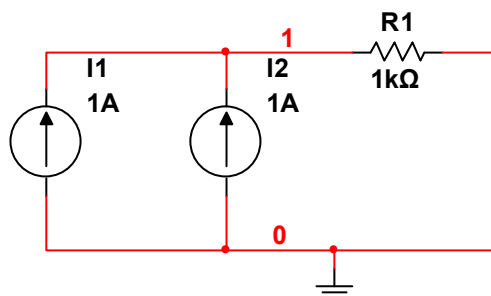

Рис.21
5. Обчисліть струм через резистор R1 та напругу на ньому у схемі (рис. 21). Додайте до цієї схеми мультиметр у режимі амперметра для вимірювання струму через резистор R1, проведіть моделювання схеми та порівняйте результати обчислень та моделювання. Перевірте виконання закону Кірхгофа для вузла 1.